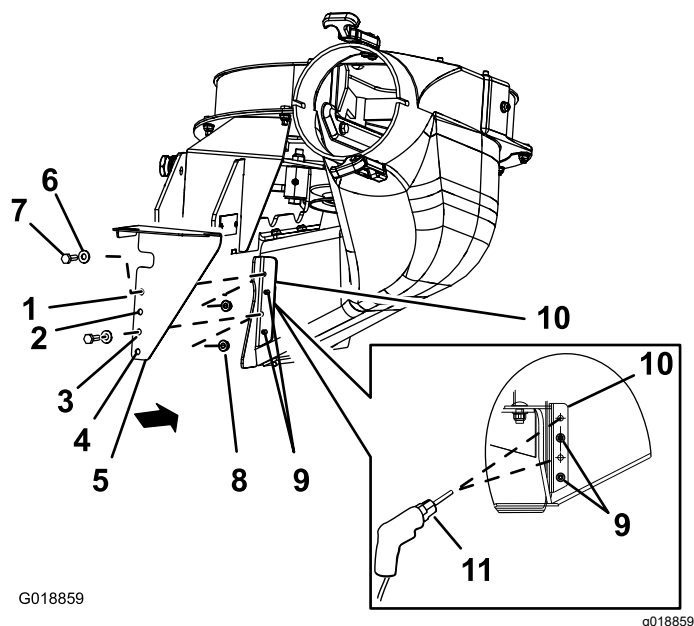

Figure 17
1. Alignez la protection inférieure CE sur le support de la goulotte de ventilateur, comme montré à la Figure 17.
- Alignez les trous 2 et 4 de la protection inférieure CE sur les queues de rivet qui dépassent du support de goulotte du ventilateur (Figure 17).
- Marquez le contour des trous 1 et 3 de la protection inférieure CE sur le support de goulotte de ventilateur, et déposez la protection (Figure 17).
- Percez des trous de 7 mm dans le support de goulotte du ventilateur aux 2 emplacements marqués au pointeau (Figure 17).
- Alignez la protection inférieure CE sur le support de goulotte de ventilateur (Figure 17).
- Fixez la protection inférieure CE sur le ventilateur à l'aide de 2 boulons à tête hexagonale ($\frac{1}{4}$ " x $\frac{3}{4}$ "), 2 rondelles et 2 contre-écrous ($\frac{1}{4}$ ") placés dans les trous 1 et 4 de la protection (Figure 17).